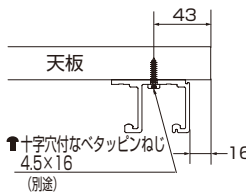

図 2-3-2
[1]キャビネットの天板の下面に、その幅の中心と上用のレール(⑪または⑫)の長さの中心を合わせ、奥行方向は図 2-3-2 の寸法で、ねじで取り付けてください。